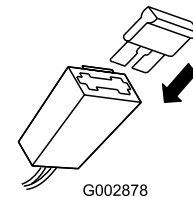

Figure 6
2. Placez le fusible dans le porte-fusible (Figure 6).